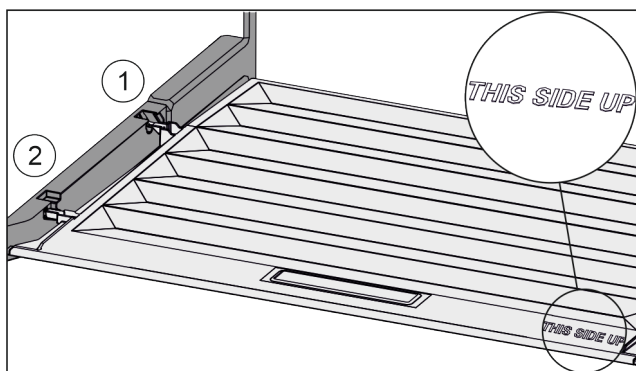

Fig. 125
- ▶ Ramiona pokrywy wprowadzić ponad otworem tylnego uchwytu Fig. 125 (1) i zażębić z przodu w uchwycie Fig. 125 (2).